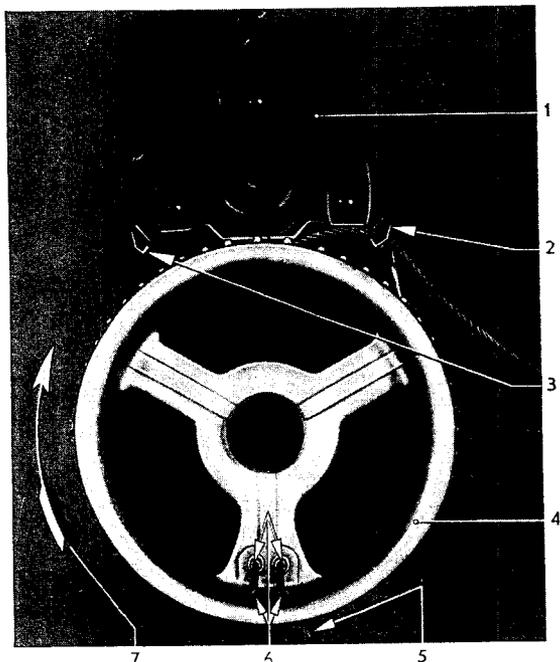

Bild 101 - Seil vor dem Einbau des Kurbelantriebes auf Seiltrommel aufgewickelt – linke Tür
1. Seil (101/5 bzw. 102/5), sofern der ausgebaute Kurbelantrieb (101/1 bzw. 102/1) wieder verwendet wird, von Verankerungslöchern (101/6 bzw. 102/6) der Seiltrommel (101/4 bzw. 102/4) beginnend, für linke Tür im Uhrzeigersinn (101/7), für rechte Tür entgegen den Uhrzeigersinn (102/7), in den Rillen der Seiltrommel bis zur Verzahnung bzw. bis zum Bund der Trommel aufwickeln. Anschließend Seil für linke Tür an rechten Haken (101/2), für rechte Tür an linken Haken (102/3), der Bildansicht entsprechend, knickfrei klemmen (Bild 101 bzw. 102).